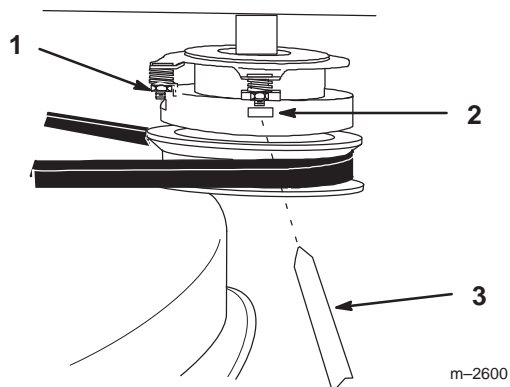

Figure 51
1. Pour régler l'embrayage, serrez ou desserrez les contre-écrous sur les goujons à collerette (Fig. 51).
2. Vérifiez le réglage en introduisant une jauge d'épaisseur dans les fentes à côté des goujons (Fig. 51).